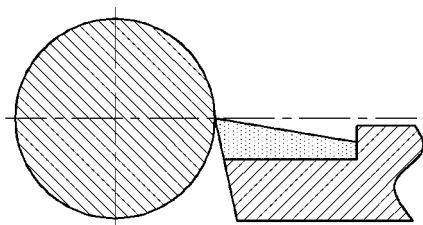

图 1-7 车刀刀尖应与工件中心等高
3.车刀刀杆中心线应与进给方向垂直,车刀刀尖与工件中心等高,刀尖不对中心,会留有凸头或崩刃,如图 1-7 所示。